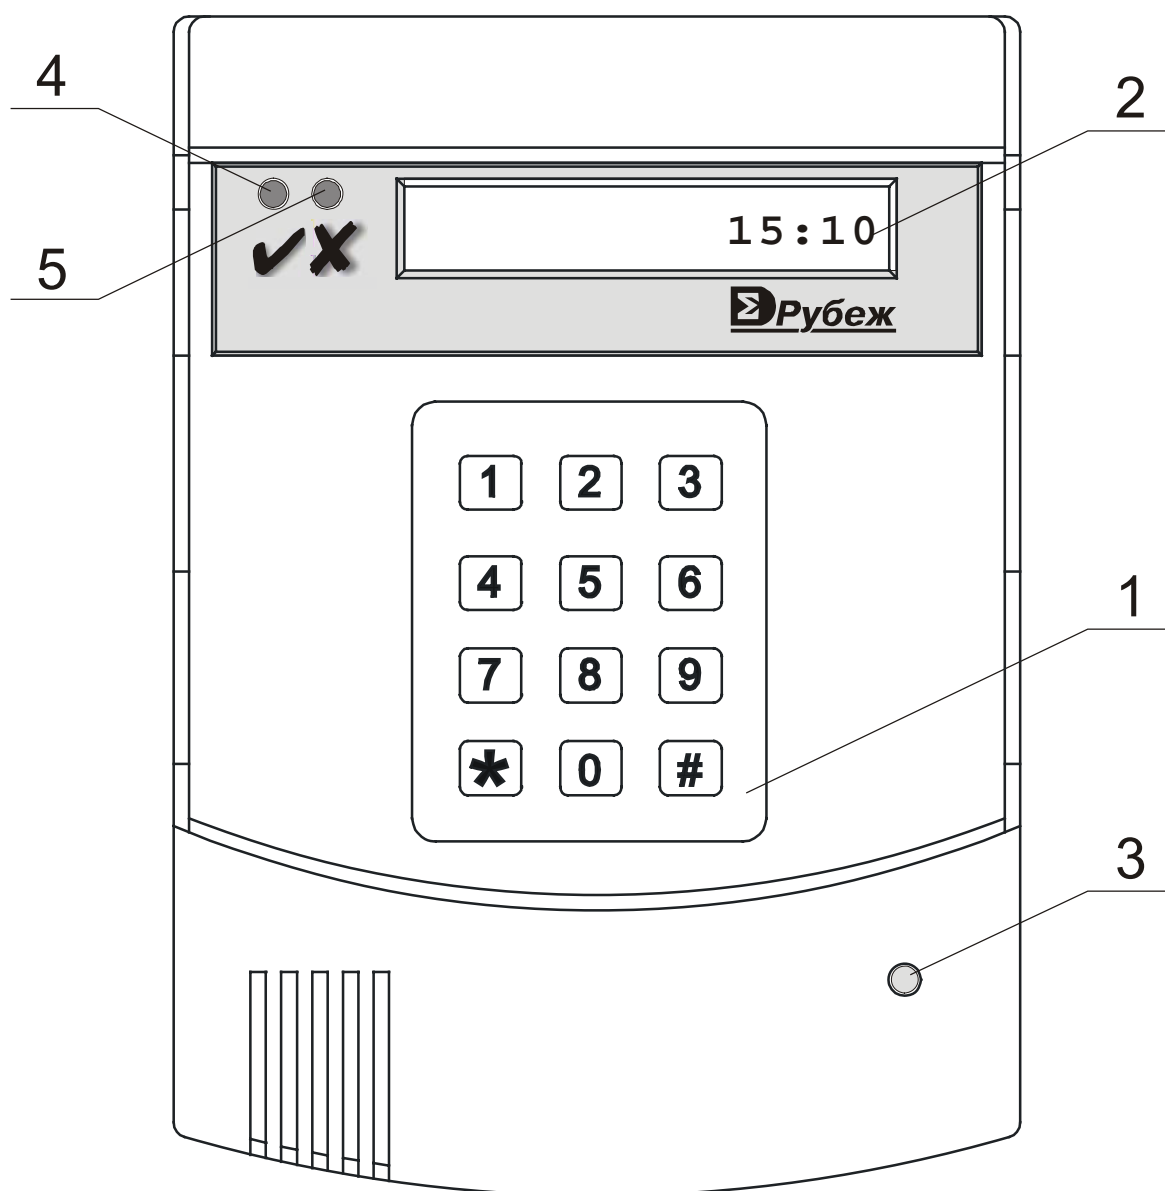
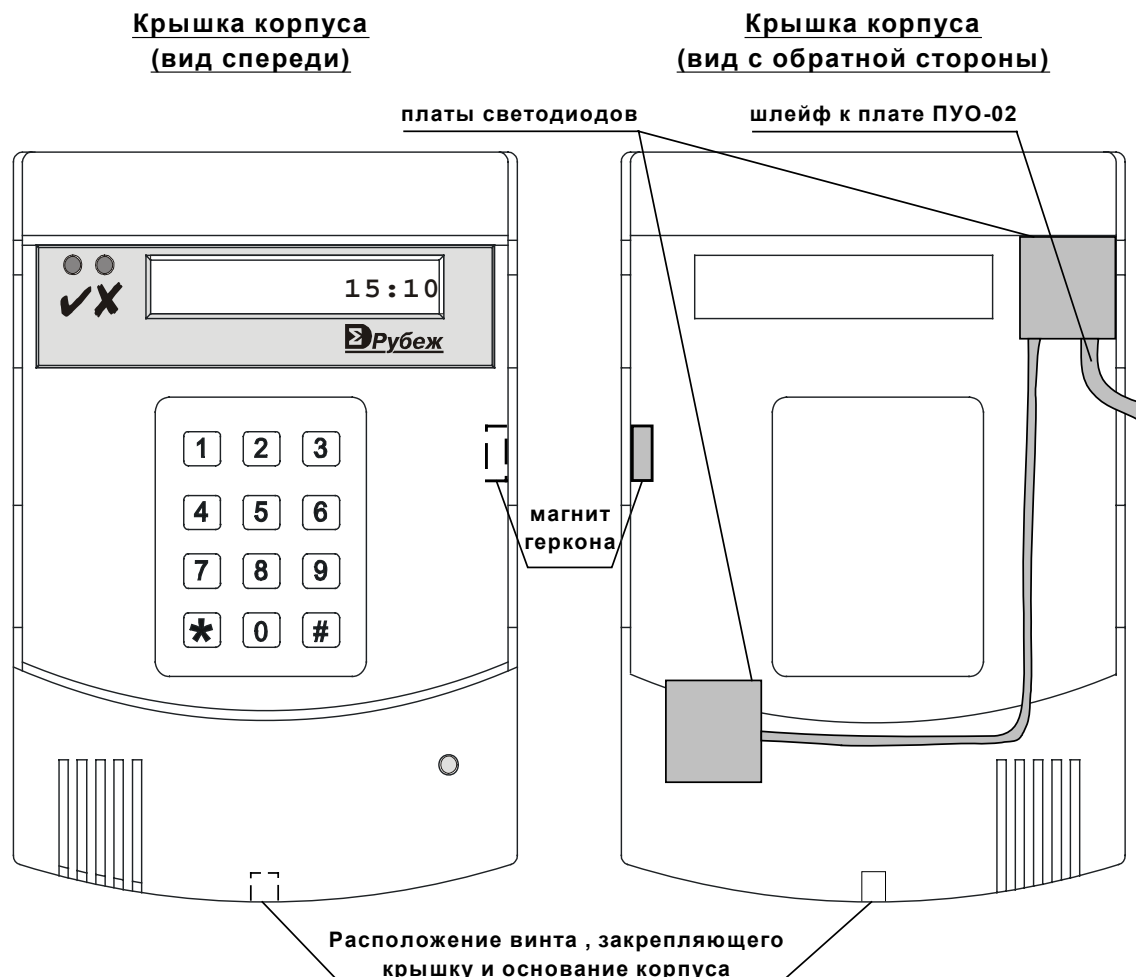
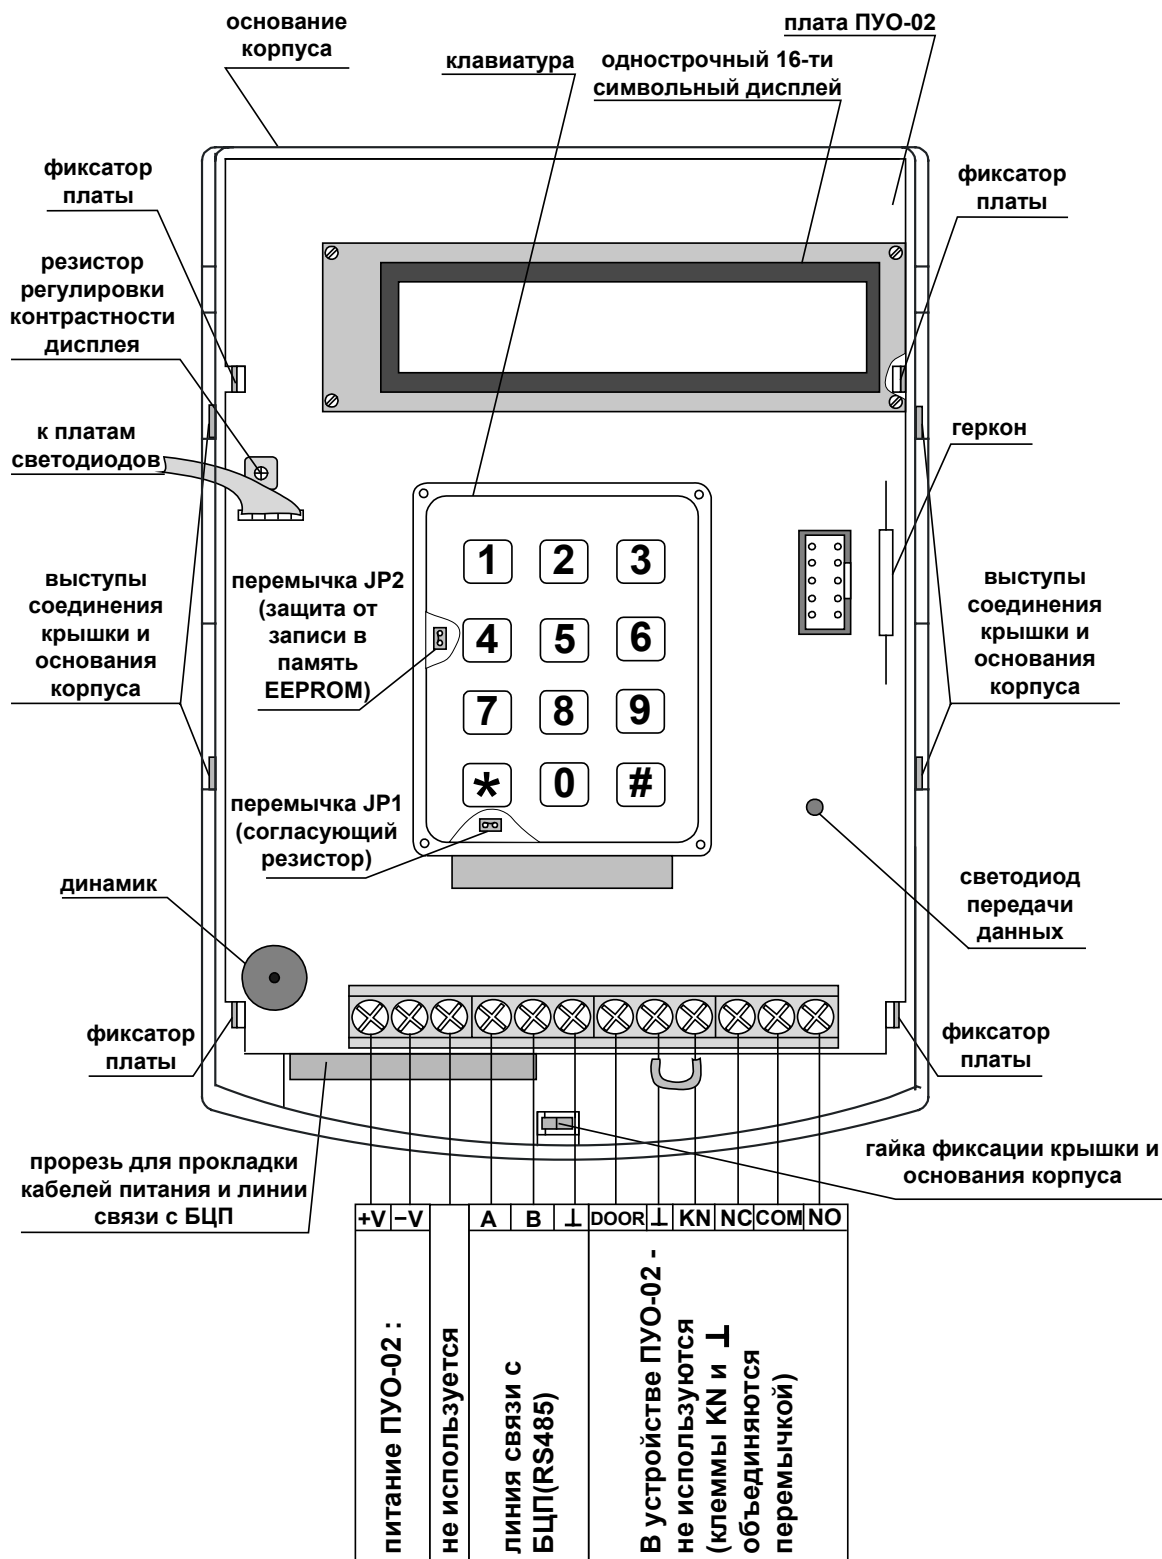

Рис. 1 Внешний вид ПУО
Рис. 3 Крышка корпуса ПУО
Рис. 4 Основание корпуса и схема подключения ПУО
В составе прибора ПУО (Рис. 1) используется в качестве сетевого устройства и подключается по линии связи к БЦП по интерфейсу RS-485. Если ПУО является последним устройством в линии RS-485 – необходимо установить перемычку JP1 согласующего резистора (120 Ом).
- ввод данных пользователем с клавиатуры (1, Рис. 1);
- отображение принятых от пользователя и от БЦП данных на экране дисплея(2, Рис. 1);
- звуковую и светодиодную индикацию режимов работы с помощью элементов ПУО(3, 4, 5, Рис. 1).
- индикатор сигнала “ОШИБКА” - красный на корпусе(5,Рис. 1). При поступлении сигнала “ОШИБКА” происходит трехкратное включение индикатора на 0,5 с.
- индикатор сигнала подтверждения выполнения операции “ОК” - зеленый на корпусе(4,Рис. 1) ;
- индикатор сетевого режима схемы приемопередатчика RS-485 -красный, на корпусе(3,Рис. 1);
ПУО конструктивно выполнен в пластмассовом разъемном корпусе (Рис. 1) и состоит из крышки (Рис. 3) и основания корпуса (Рис. 4). Корпус ПУО обеспечивает степень защиты IP20. В пазах крышки корпуса закреплена откидывающаяся защитная накладка, в случае необходимости закрывающая “окно” экрана и клавиатуру. На внутренней стороне крышки корпуса размещены - магнит геркона, обеспечивающий защиту от несанкционированного вскрытия корпуса, и светодиоды индикации, вклю-
На плате под клавиатурой (Рис. 4) располагаются переключки JP1 согласующего сопротивления (необходимо замкнуть если устройство является последним СУ), JP2 (защита от записи в память EEPROM – должна быть замкнута) и светодиод передачи данных.
Плата устройства (Рис. 4) закреплена на основании корпуса с помощью 4 фиксаторов. Однострочный 16-символьный дисплей с подсветкой установлен и закреплён на 4-х стойках. Клавиатура также установлена на 4-х стойках. Для вскрытия корпуса ПУО необходимо отвернуть винт (Рис. 3) – нажать на основание корпуса, освобождая выступы на боковых сторонах (Рис. 4), и потянув крышку корпуса – вверх – отсоединить основание и крышку корпуса. При этом – необходимо помнить, что крышка и основание – соединены шлейфом светодиодных плат.
Кабеля питания и линии связи с БЦП при монтаже – пропускаются через прорезь в основании корпуса (Рис. 4).
Схема подключения ПУО приведена на Рис. 4.
Если ПУО является последним устройством в линии связи RS-485, перемычку JP1 (Рис. 4) согласующего сопротивления необходимо замкнуть.
┐	Объединяются перемычкой с клеммой KN(Рис. 4).
KN	Объединяются перемычкой с клеммой ┐ (Рис. 4).
JP1	Подключение оконечного резистора линии связи (при установленной перемычке) – если устройство является последним СУ (Рис. 4).
HL4	Индикация сигнала передачи данных по RS-485 (на плате, под клавиатурой, Рис. 4).